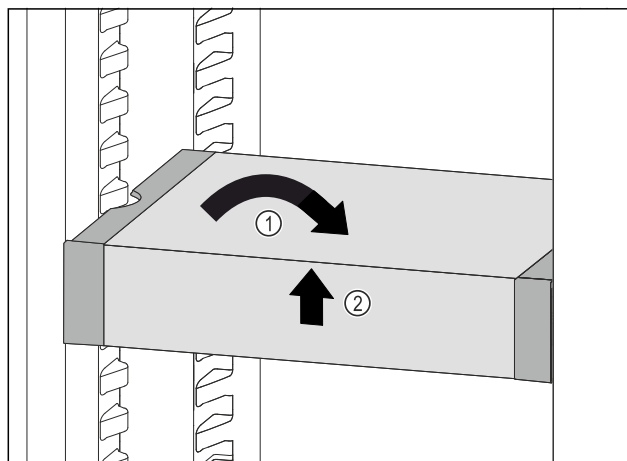

Fig. 115
- Poziționați drept VarioSafe. Fig. 115 (1)
- Ridicați în față VarioSafe. Fig. 115 (2)